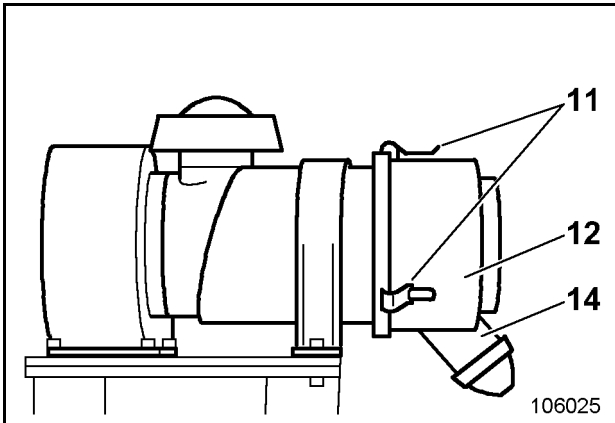
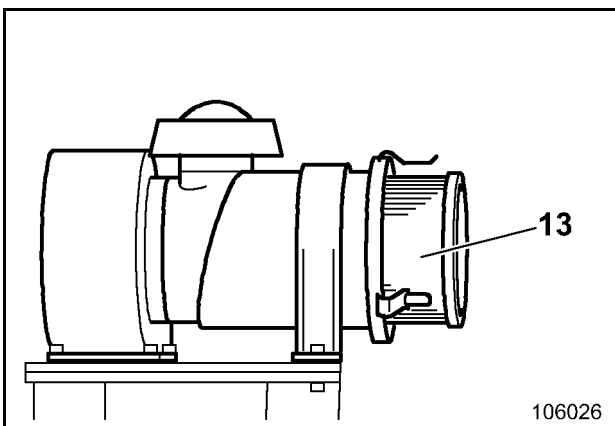

Fig. 3-51:
Fig. 3-52:
Im Schaltschrank wird die Luft von einem Ventilator über einen Filter (Fig. 3-51:) angesaugt.
- Staubventil (14, Fig. 3-51:) zusammendrücken und festhalten, bis das Staubventil entleert ist.
- Clips (11, Fig. 3-51:) lösen.
- Staubsammlerentopf (12) abnehmen und entleeren.
- Staubsammlerentopf (12) abnehmen.
- Filterelement (13, Fig. 3-52:) herausziehen.
- Filterelement (13) erneuern oder reinigen.
- Staubsammlerentopf (12, Fig. 3-51:) wieder anbauen.